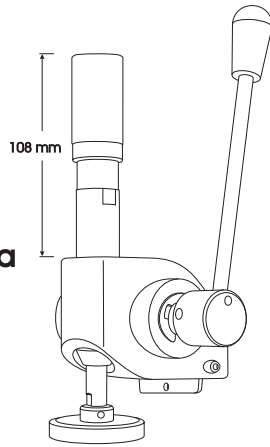

Fig.1a
- 4) Efectuar el procedimiento inverso para montar la máquina, recordando mantener la palanca en posición vertical durante la sustitución. La operación se ha realizado correctamente cuando la distancia entre el extremo del CPS y el extremo superior del pistón es de 96 mm (CPS Aplicación 108 mm, Fig. 1A).